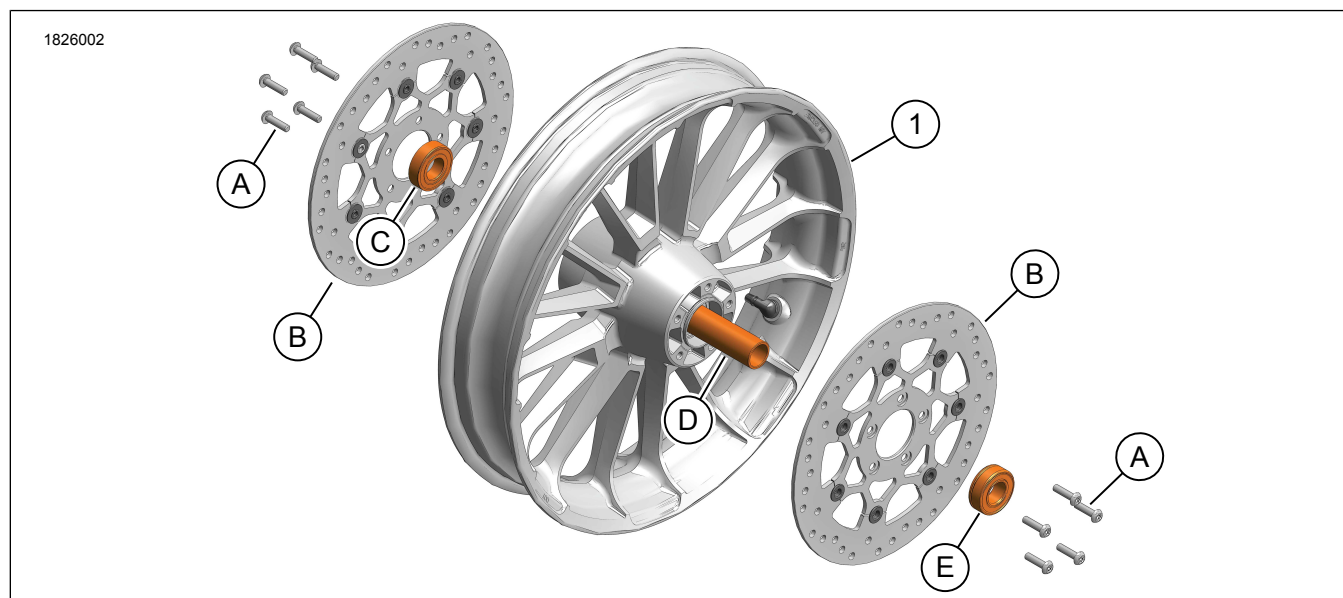

Figura 1. Conteúdo do kit: Roulette H-D 19 pol. Roda
1. Remova a roda Equipamento original (OE) . Veja o Manual de serviço.
2. Veja a figura 1. Remova os rotores do freio dianteiro.
- a. Remova os parafusos (A).
- b. Remova os rotores do freio dianteiro OE (B).
5. Remova o espaçador do rolamento da roda (D).
3. Veja a figura 1. Instale o espaçador do rolamento (D) e os **novos** rolamentos vedados da roda (C, D).